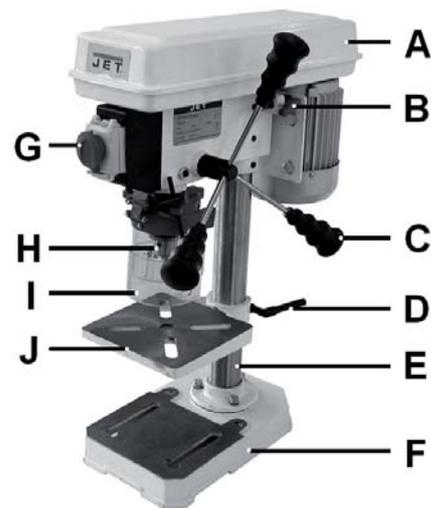

Рис. 1
- Установите стойку (B, Рис. 1) на цоколь станка (F).
- 3 шестигранных винта (D) хорошо затяните
- Наденьте патрон (H, Рис. 1) на конус шпинделя.